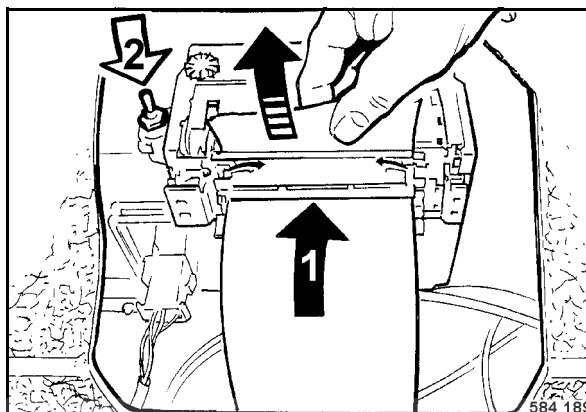

Fig. 104
- Installer un rouleau de papier neuf (Fig. 104).
- Introduire le papier dans la prise (1) de l'imprimante.
- Actionner la touche à bascule (2) dans le sens de la flèche jusqu'à ce que le papier apparaisse à la sortie de l'imprimante.